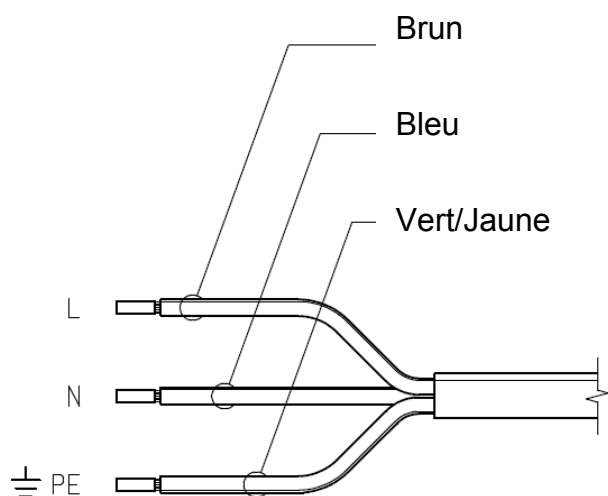

Fig. 2 Branchement du cordon secteur
- Connectez le cordon de raccordement comme indiqué fig. 2 ou montez une fiche.